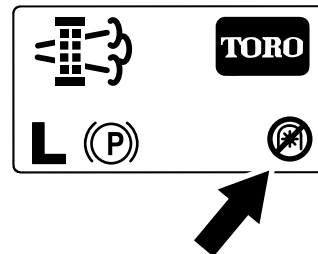

Figura 46
**Nota:** La pantalla de Inicio muestra el icono TDF deshabilitada (Figura 46).
**Nota:** La pantalla de Inicio muestra el icono de TDF deshabilitada; consulte Figura 46 en Mensajes de regeneración estacionaria \(página 40\).